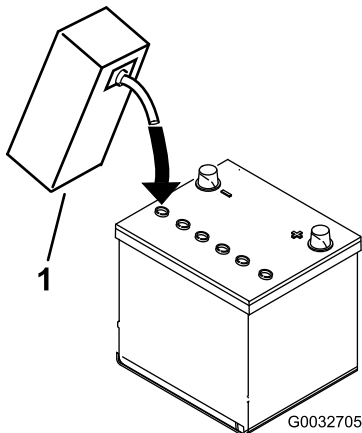

Bild 7
- Füllen Sie vorsichtig Elektrolyt in jede Zelle ein, bis die Platten ungefähr mit 6 mm Flüssigkeit bedeckt sind (Bild 7).
- Lassen Sie die Elektrolytflüssigkeit für 20 bis 30 Minuten in die Platten durchtränken. Füllen Sie nach Bedarf auf, um den Elektrolytstand auf ungefähr 6 mm unter den Einfüllstutzen anzuheben (Bild 7).